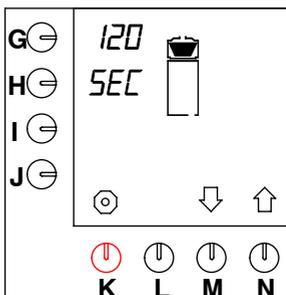

Fig. 48 Tempo di gocciolamento
- Premere il tasto di selezione (N.) $\uparrow$  fino a che sullo schermo viene visualizzato quanto illustrato nella fig. 48 .